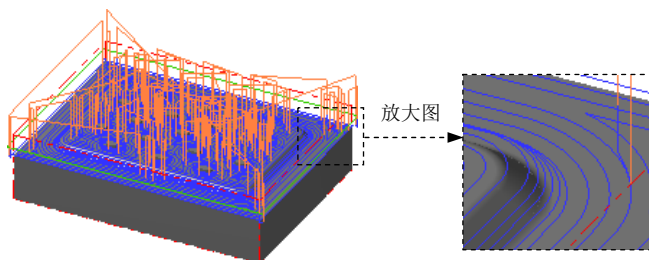

图 25.15 刀具路径
Step10. 单击“曲面粗加工等高外形”对话框中的 按钮，完成加工参数的设置，此时系统将自动生成图 25.15 所示的刀具路径。